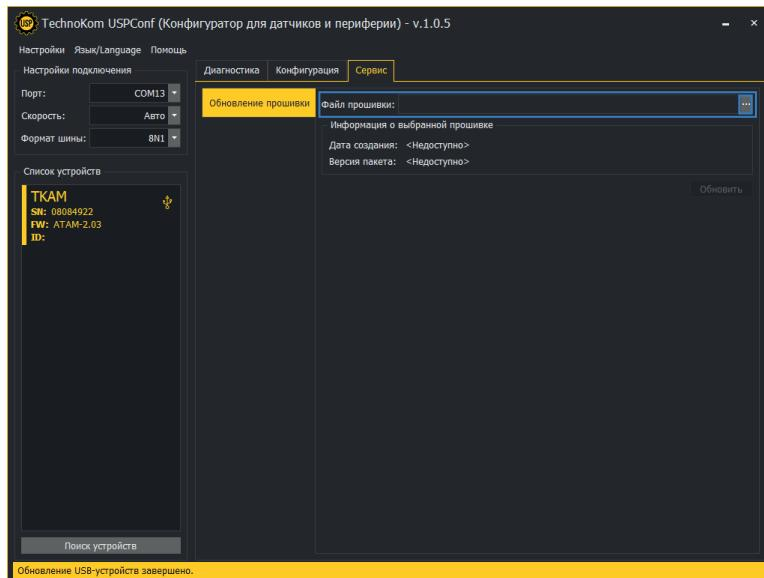

Рис.18. Обновление прошивки датчика.
- в программе перейдите на вкладку «Сервис» и нажмите кнопку в строке «Файл прошивки» (**Рис.18**). После этого вам будет предложено выбрать нужный файл прошивки. Файл прошивки должен иметь формат .eraw.